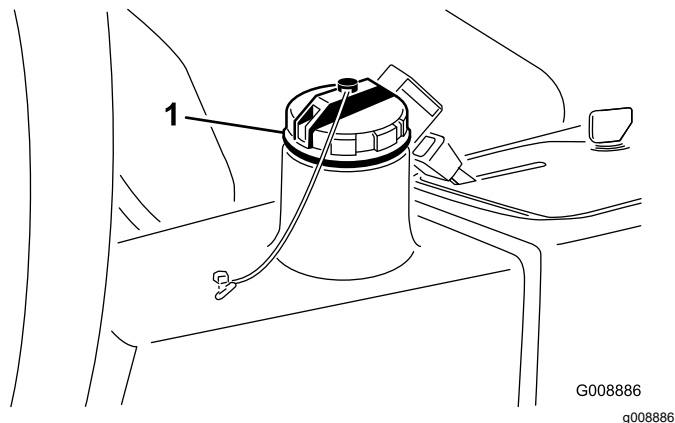

图 81
4. 向液压油箱图 81注入约 13.2L 液压油请参阅 检查液压系统 (页码 22)。